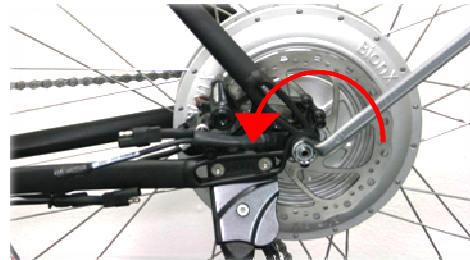

Abbildung 3
- lösen Sie die Haltemuttern der Hinterradachse mit einem 15mm-Ringschlüssel (Abb. 3 + Abb. 7)